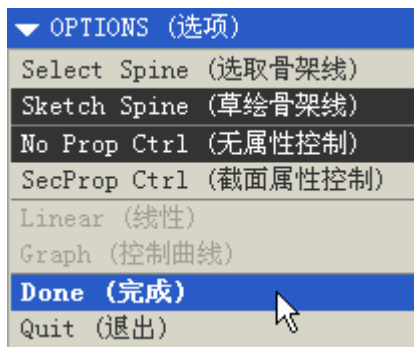

图 30-3
- (1) 单击菜单【插入】 【高级】 【骨架折弯】命令。
- (2) 依次单击【选项】菜单中的【草绘骨架线】、【无属性控制】、【完成】命令，如图 30-3 所示。